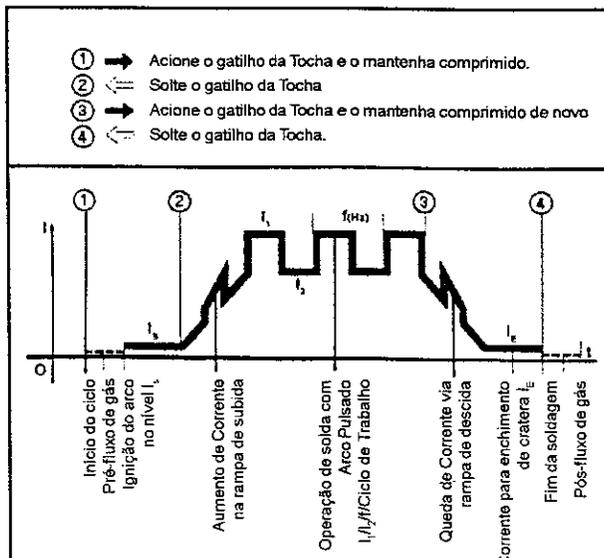

Fig. 15 - Sequência de funções em operação de solda de Arco Pulsado usando RCT P (Gatilho Automático).
- O parâmetro para a rampa de descida é selecionado diretamente na Fonte. No modo de operação com gatilho automático. O pico inicia imediatamente após o operador soltar o gatilho da Tocha para a rampa de subida. Como se pode ver na Fig. 15, o pico também ocorre na rampa de descida.